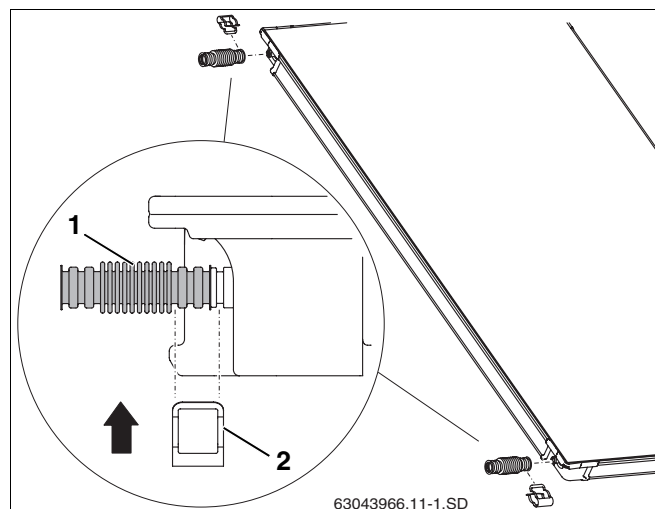

Fig. 25 Montaggio del tubo di raccordo sul primo collettore
- Applicare i tubi di raccordo (fig. 25, **pos. 1**) sugli attacchi di sinistra del primo collettore.
- Assicurare la tenuta del raccordo con la clip di fissaggio (fig. 25, **pos. 2**).